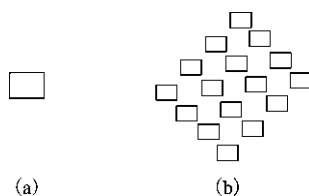

图 1-139 习题 8
8. 将图 1-139(a)中的矩形以对角线交点为基准等比缩放 0.6 倍。将缩放后的矩形阵列
呈如图 1-139(b) 所示形状；行数为 4，行偏移为 25；列数为 4，列偏移为 30，整个图形与水平方向夹角为 45° 。完成后的图形如图 1-139(b) 所示。